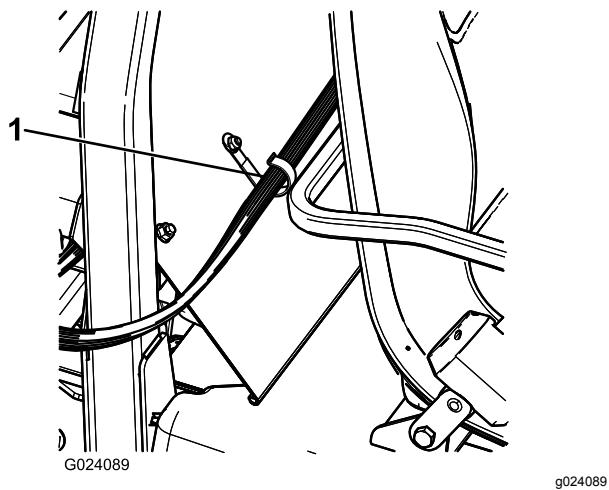

Figura 22
2. Installate un fermaglio a J dietro il sedile del passeggero usando un bullone ($\frac{1}{4}$ " x $\frac{1}{2}$ ") e un dado flangiato ($\frac{1}{4}$ ") (Figura 22).
| 3. Fissate il cablaggio del quadro di comando alla consolle e alla copertura del ROPS usando i fermagli a J (Figura 22). |